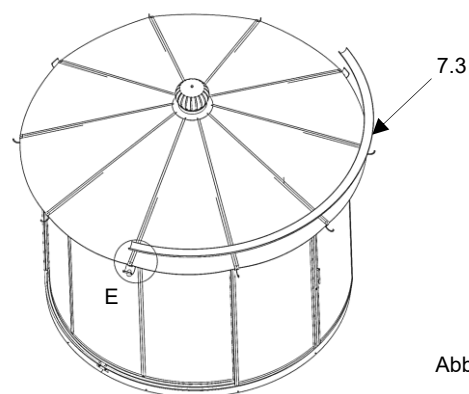

Abb.46
- die lange Rinne (**Pos. 7.3**) in die Rinnenhalter mit Stützen (**Pos. 7.1**) legen. (Abb. 46)
- zuerst die Rinnenhalter mit Silikon abdichten! (siehe Abb. 46)